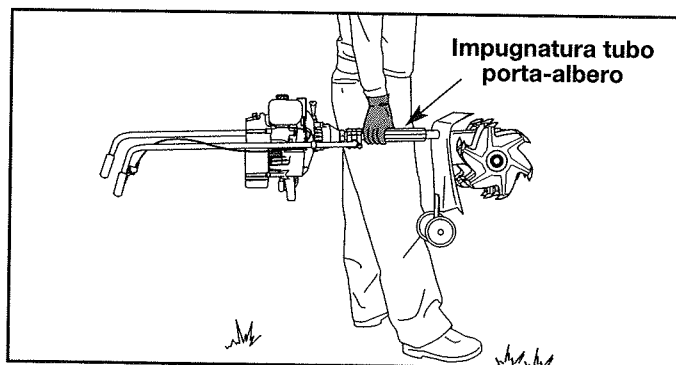

Fig. 20
**NOTA** Il coltivatore può essere trasportato anche prendendolo per l'impugnatura sul tubo dell'albero (fig. 20).